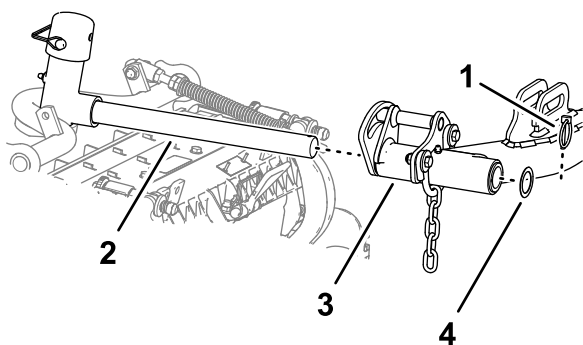

Figura 27
- Deslice una unidad de corte debajo del brazo de elevación (Figura 27).